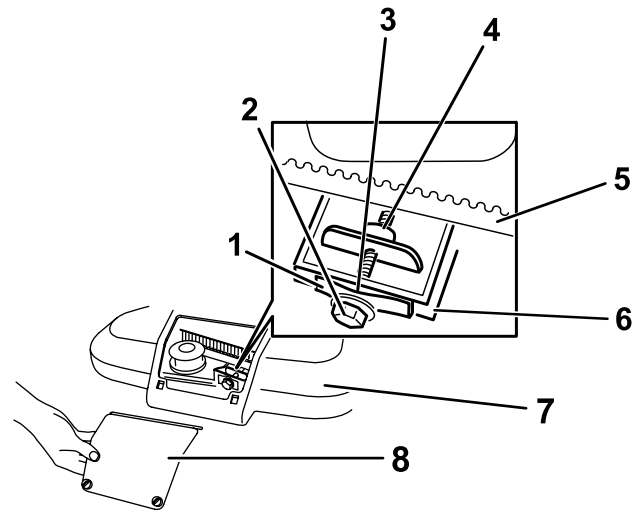

Figure 36
1. Desserrez les 2 vis sur le panneau d'accès au couvercle de courroie et déposez le panneau (Figure 36).
Remarque: Si un espace est visible entre la jauge et le ressort, serrez le boulon et l'écrou de réglage jusqu'à ce que la jauge d'épaisseur puisse à peine passer dans l'espace (Figure 36).